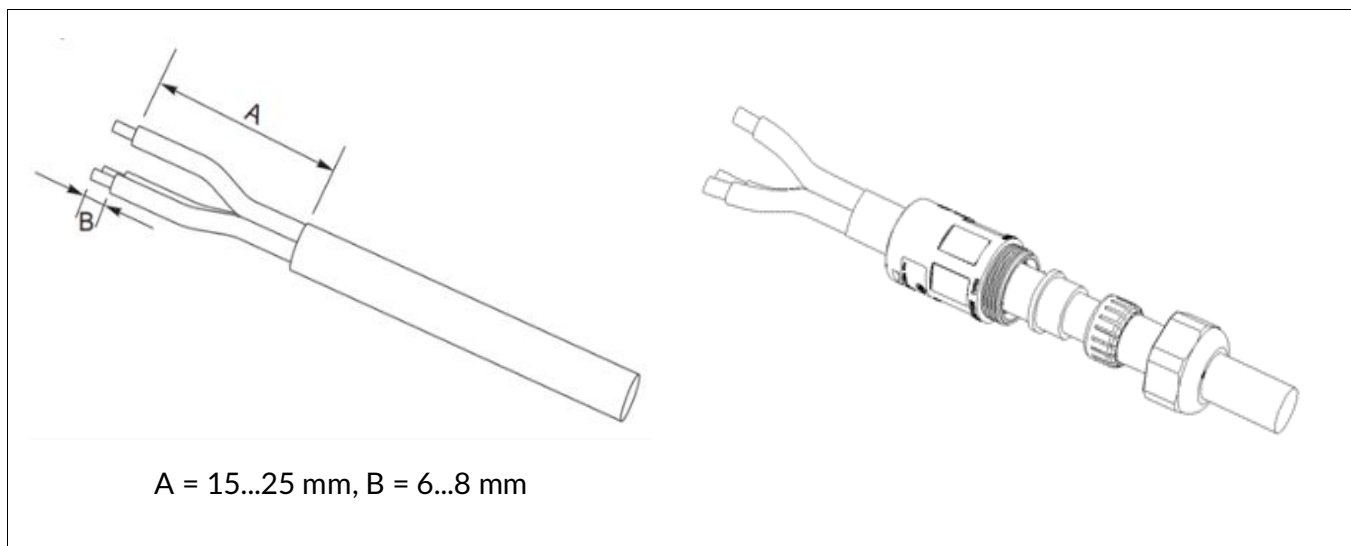

Abbildung 13: Montage AC Netz Stecker
- Demontieren Sie den Stecker und führen Sie das Kabel durch die Kabelverschraubung, wie in Abbildung 13 gezeigt.